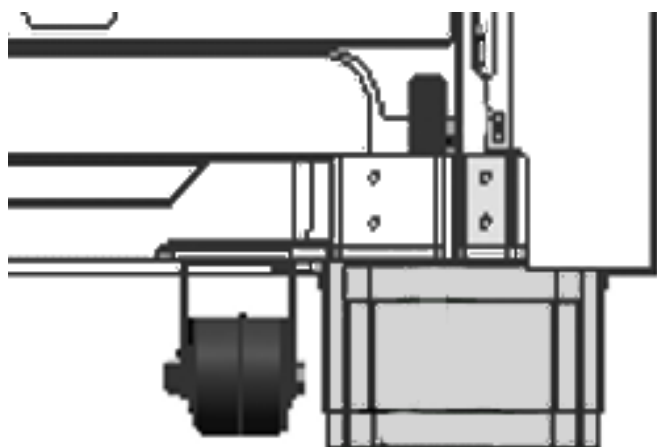

Figure 31: Recouvrements Des Pattes Installés
4. Faites glisser la manche extérieure vers le haut. L'autre pièce est munie d'encoches (que vous ne pouvez voir) dans lesquelles la manche plus grande devrait s'enclencher. Vous devriez sentir un déclic vous indiquant que le dispositif est fixé correctement à l'appareil (Figure 31).